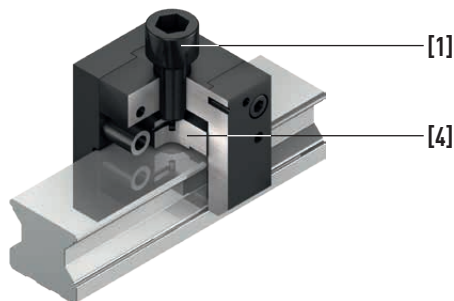

Abb. 5.20 Einpressen der Abdeckkappe durch Anziehen der Schraube
- ▶ Bringen Sie den Einpress-Stempel **[4]** (siehe Abb. 5.20) des Montagewerkzeugs **[2]** durch Lösen der Schraube **[1]** in die obere Endlage.
- ▶ Positionieren Sie den Einpress-Stempel **[4]** (siehe Abb. 5.20) mittig über der Bohrung bzw. der Abdeckkappe **[3]**.